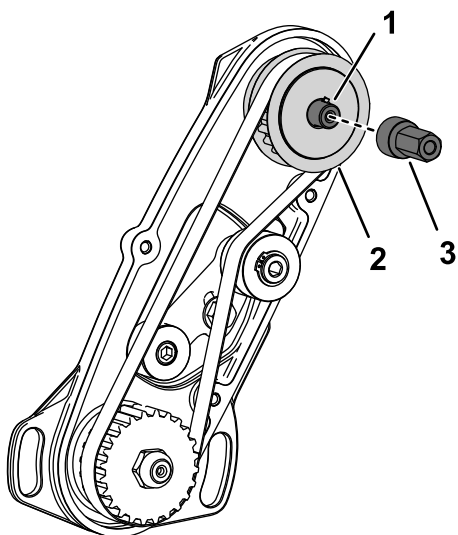

图8
- 在固定驱动皮带轮不动的同时将驱动轮毂安装到滚刀驱动轴上 图8。